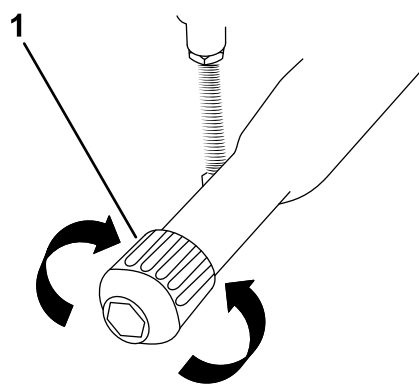

Figure 31
- **Desserrage du frein de stationnement :** (Figure 31).
4. Tournez le bouton du frein de stationnement **dans le sens antihoraire** (Figure 31).
- **Serrage du frein de stationnement :** (Figure 31).
4. Tournez le bouton du frein de stationnement **dans le sens horaire** (Figure 31).